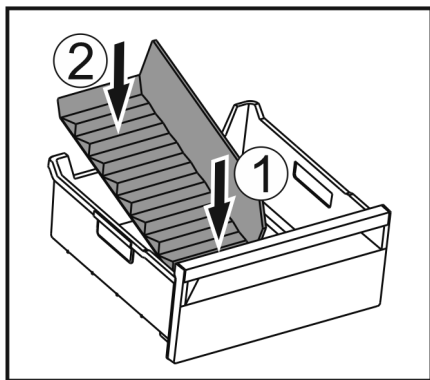

Fig. 79
- ▶ Вставити передню частину перегородки відділення для льоду. Fig. 79 (1)
- ▶ Опустити задню частину перегородки відділення до дна ящика для кубиків льоду. Fig. 79 (2)